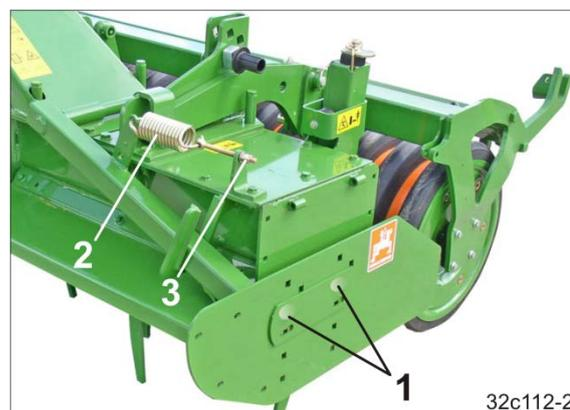

Fig. 119
Le déflecteur latéral est fixé par deux boulons à tête bombée (Fig. 119/1) et peut être réglé en hauteur.
2. Régler la tension du ressort (Fig. 119/2) en tournant l'écrou (Fig. 119/3).